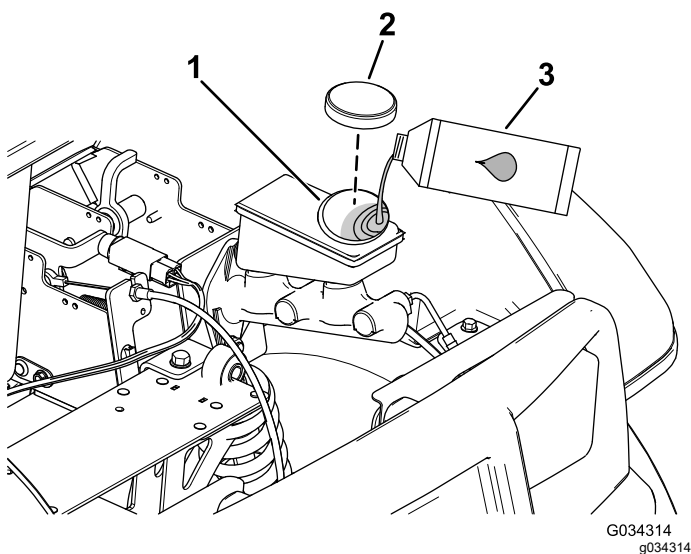

Figura 66
4. Eleve el capó para acceder al cilindro del freno principal y al depósito (Figura 66).
- A. Limpie la zona alrededor del tapón del depósito y retire el tapón (Figura 66).
- C. Coloque el tapón del depósito (Figura 66).